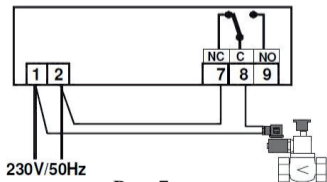
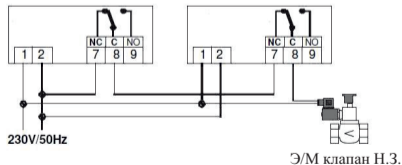

Рис. 7 Э/М клапан Н.З.
Рис. 8
Пример подключения сигнализатора газа модели Beta gas detector 754 -R/M(G) к нормально-закрытому электромагнитному клапану (рис. 7) и совместное подключение двух сигнализаторов к одному клапану (рис. 8).